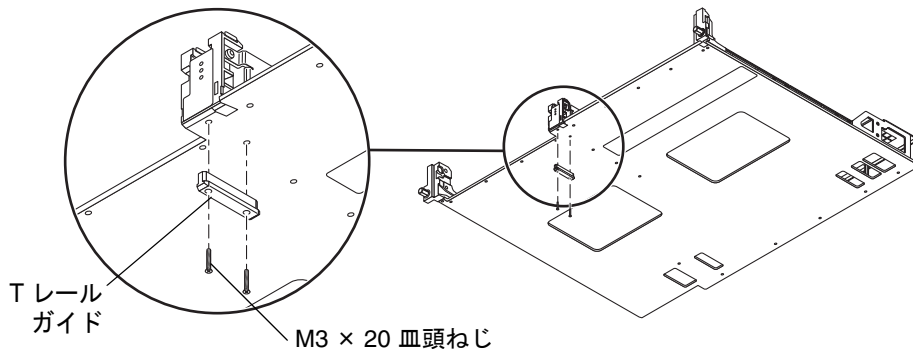

図 10-3 T レールガイドの取り外し
3. 新しいキャリアプレートの、T レールガイドをセンターガイド留め具に固定している 2 本の M3×20 皿頭ねじを外します。T レールガイドおよびねじは廃棄します (図 10-3)。
これらの部品は、この構成には必要ありません (図 10-3)。